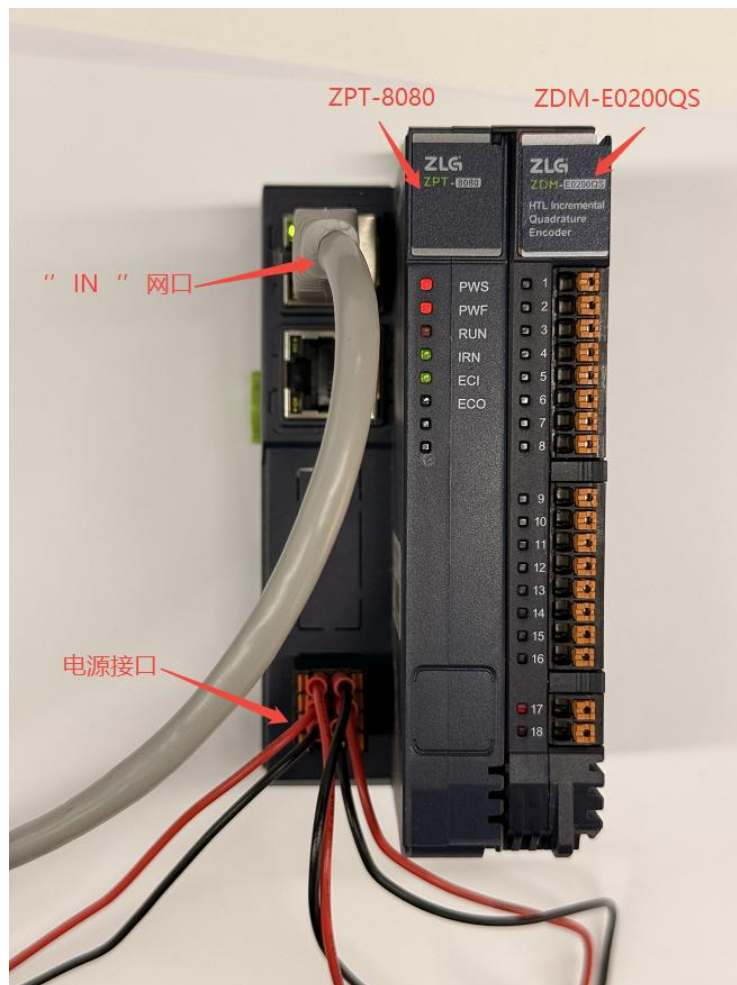

图 6.1 设备接线图
3. 分别接上 ZPT-8080 耦合器系统、现场两路独立的 24V 电源。参考如图 6.1 所示连接 ZDM-E0200QS 的 IO 模块硬件。